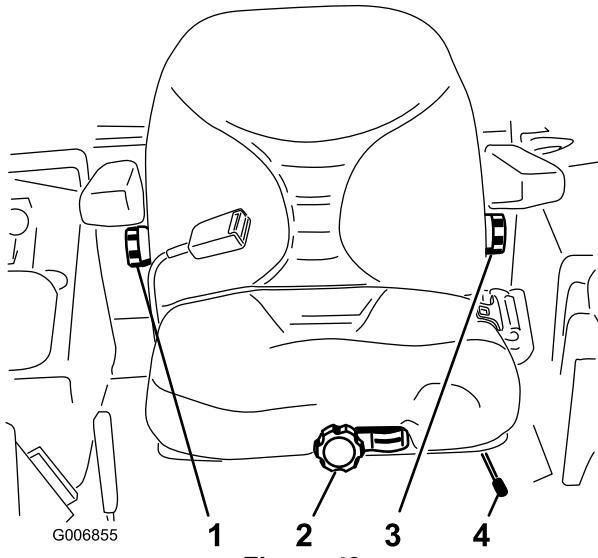

Figure 49
1. Poussez le levier de réglage sur le côté pour débloquer et régler le siège (Figure 49).
Sans vous asseoir sur le siège, tournez le bouton avant dans un sens ou dans l'autre pour obtenir la position la plus confortable (Figure 49).
Pour ce faire, tournez le bouton situé sous l'accoudoir droit dans un sens ou dans l'autre pour obtenir la position la plus confortable (Figure 49).
Pour le régler, tournez le bouton situé sous l'accoudoir gauche dans un sens ou dans l'autre pour obtenir la position la plus confortable (Figure 49).